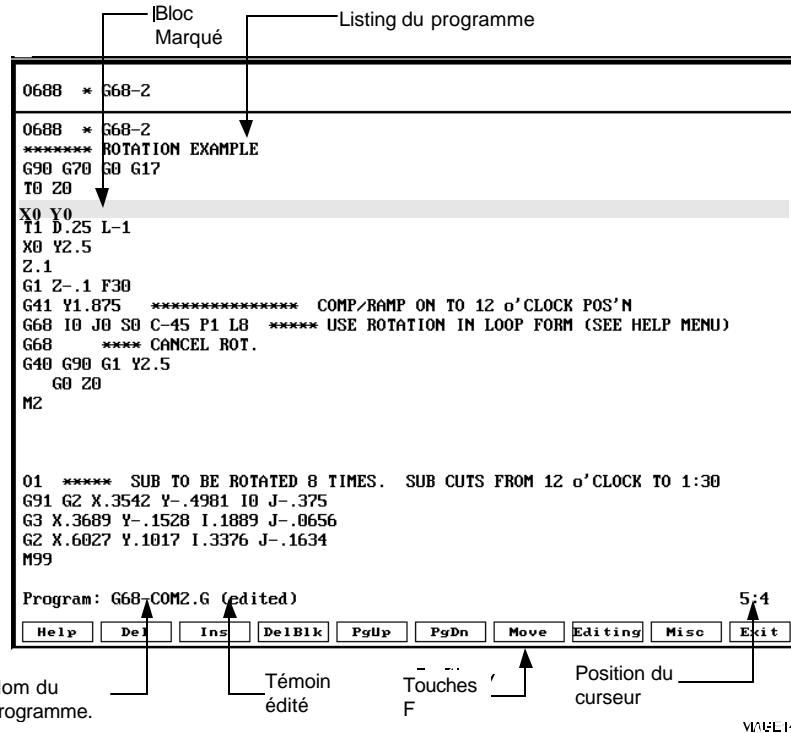

Figure 6-1, Ecran d'Edition
1. Le programme approprié étant chargé, appuyer sur **EDIT (F3)**. L'écran édit s'active et **Ins (F3)** se met en surbrillance. Voir **Figure 6-1. Ecran d'Edition**.